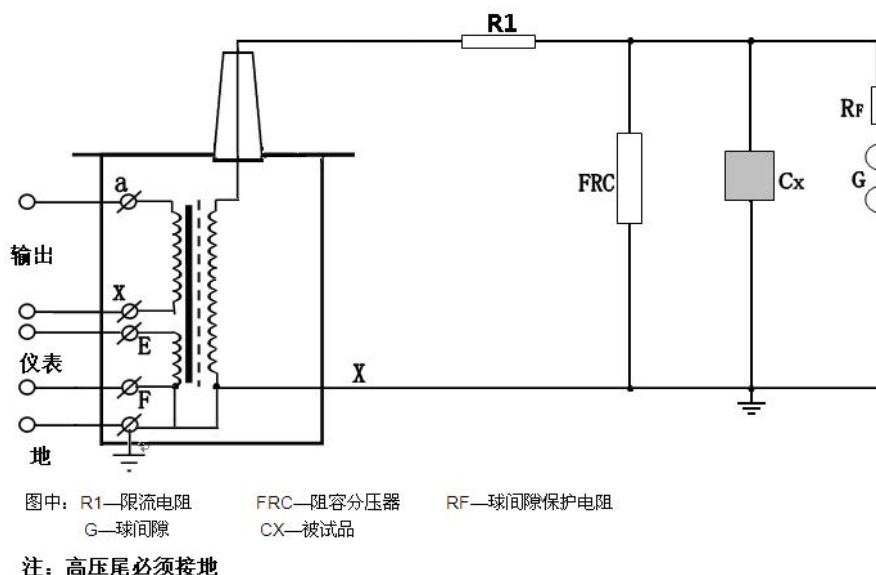

图 6：被试品工频耐压试验接线图
1. 试验变压器做被试品的工频耐压试验使用接线原理图见图 6。
使试品上的电压低于或高于低压侧测量电压表上反映出来的电压。工频耐压试验时，被试品上的电压高于试验变压器的输出电压，也就是所谓容升现象。感应耐压试验时，试验变压器的漏抗必然存在着压降。为了准确测量被试品上所施加的电压，因此常在高压侧接入 FRC 阻容分压器来测量电压(见图 6)。